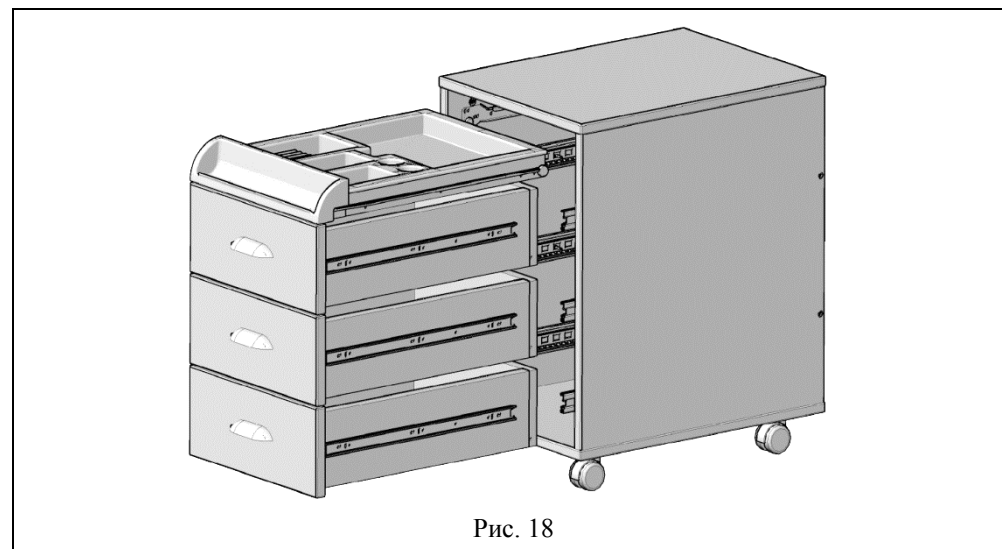

Рис. 18
5.3.1 В корпус тумбы (сборка по п. 5.1.12) вставить ящики (сборка по п. 5.2.6), верхний ящик (поз. 1). (См. рис. 18).